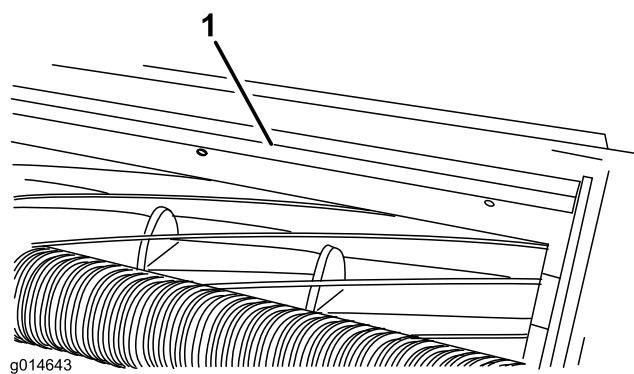

図12
- バー(図12)をカッティングユニットに固定しているネジをゆるめる。